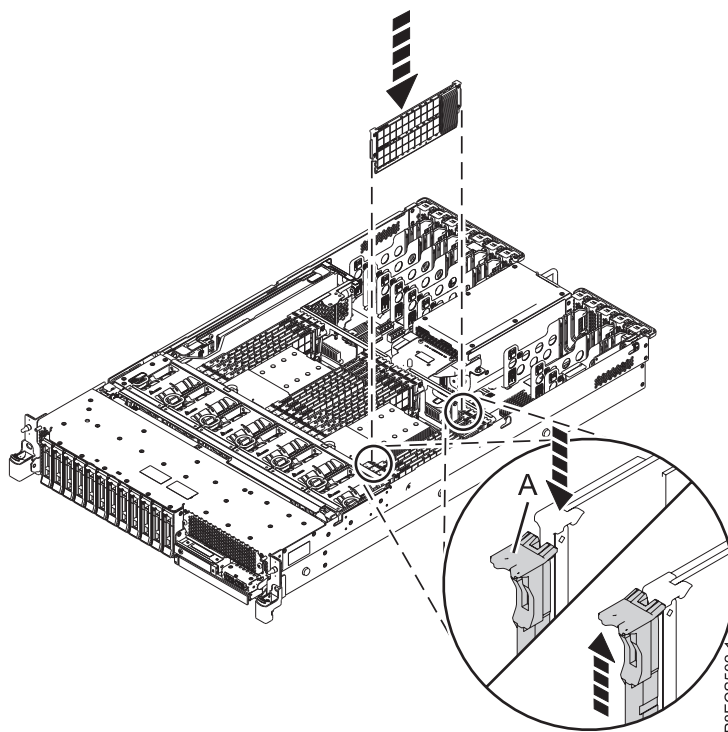

Figura 8. Instalación o reinstalación de un módulo de memoria en el sistema 5148-21L, 5148-22L, 8247-21L, 8247-22L, 8284-21A o 8284-22A
5. Inserte firmemente el módulo de memoria en la ranura hasta que la pestaña de bloqueo (A) encaje en su sitio. Consulte la Figura 8.